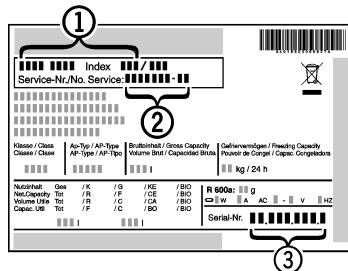

Fig. 12
- Leggere la denominazione dell'apparecchio Fig. 12 (1), il numero di assistenza Fig. 12 (2) e il numero SN Fig. 12 (3) dalla targhetta identificativa. La targhetta identificativa è situata all'interno dell'apparecchio, sul lato sinistro.
- Informare il servizio di assistenza e comunicare il difetto, la denominazione dell'apparecchio Fig. 12 (1), il numero di assistenza Fig. 12 (2) e il numero SN Fig. 12 (3).